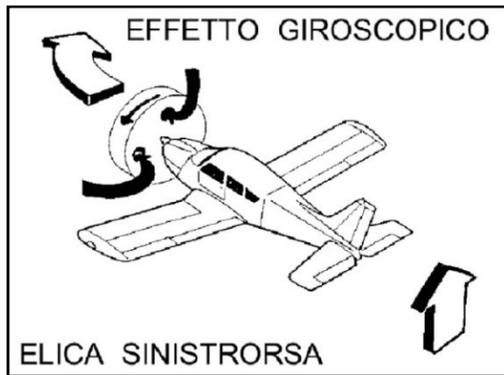

FIG. 37 - EFFETTO GIROSCOPICO
c) **Effetto Giroscopico**: è dovuto ad una forza che preme sul disco formato dall'elica in rotazione. L'effetto giroscopico di un'elica destrorsa si manifesta nei seguenti modi: quando l'aereo picchia, la precessione tende a farlo imbarcare a sinistra; quando cabra, la precessione tende a farlo imbarcare a destra; quando vira a destra, la precessione tende a farlo picchiare; quando vira a sinistra, tende a farlo cabrare. **FIG. 37**